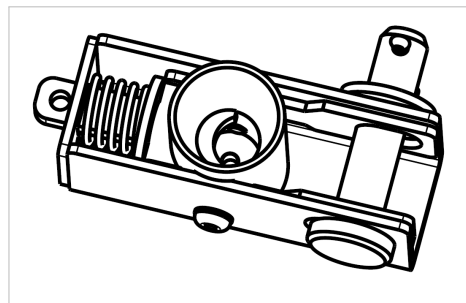

Abbildung 1: SET 3.0
- SET 3.0 (Abbildung 1) Kleine kompakte Bauform